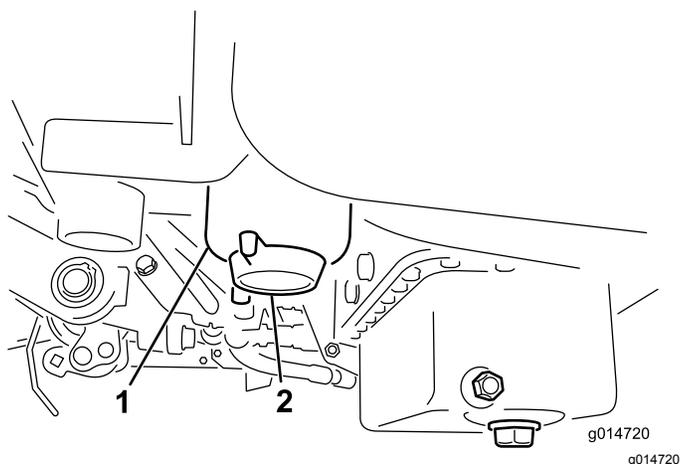

Рисунок 34
3. Откройте сливную пробку на топливном фильтре примерно на один оборот и слейте всю накопившуюся воду (Рисунок 34).